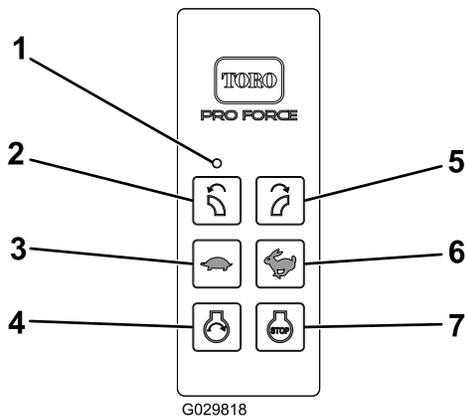

図 13
- エンジンは、エンジン始動許可条件が整った状態で始動操作を行ったときのみ、始動できます。エンジン始動許可条件は、以下に述べる「エンジン始動許可手順」を実行したときのみ成立します 図 13